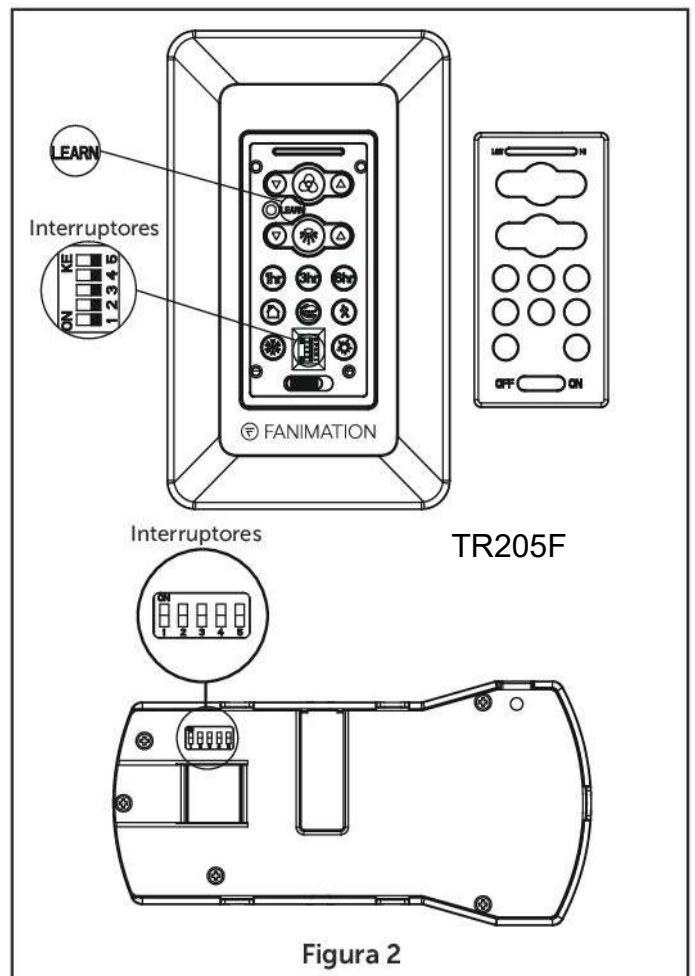

Figura 2
1. Configuración del interruptor Dip (Figura 2)